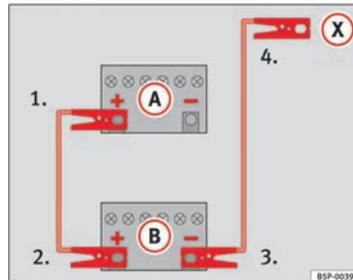

Abb. 244 Anschluss-schemata für Fahrzeuge ohne Start-Stopp-System.
- Klemmen Sie ein Ende des roten Starthilfekabels an den Pluspol (+) des Fahrzeugs mit der entladenen Fahrzeugbatterie (A) an ⇒ Abb. 244.
- Klemmen Sie das andere Ende des roten Starthilfekabels an den Pluspol (+) des stromgebenden Fahrzeugs (B) an.
- Klemmen Sie ein Ende des schwarzen Starthilfekabels an den Minuspol (-) des stromgebenden Fahrzeugs (B) ⇒ Abb. 244.
- Klemmen Sie das andere Ende des schwarzen Starthilfekabels (X) im Fahrzeug mit der entladenen Batterie an ein mit dem Motorblock verschraubtes massives Metallteil oder an den Motorblock selbst, aber an einer weit von der Batterie (A) entfernten Stelle an. ▶